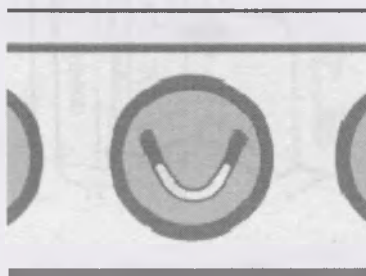

Рисунок 36
8.2.3 Нажмите кнопку **TMJ (ВНЧС)**, чтобы выбрать программу ВНЧС. Загорится индикатор (см. рисунок 36). Увеличение $\times 1.25$.